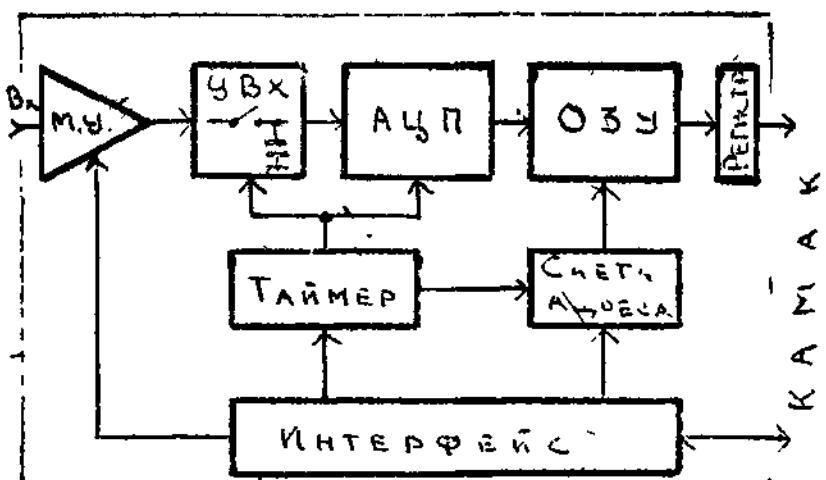

Рис.3
Блок-схема прибора приведена на рис.3.
- одного "лишнего" чтения (это необходимо, чтобы переписать информацию из ячейки с выбранным адресом в выходной регистр (см. рис.3));